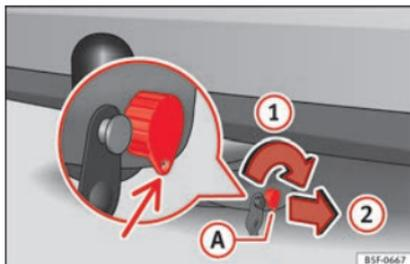
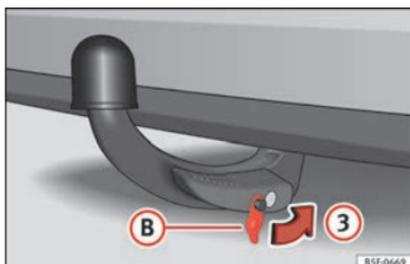

Fig. 224 Bloccare la serratura
Fig. 225 Collocare il coperchio sulla serratura
- Girare la chiave (A) nel senso della freccia ① finché la parte bucata della chiave non raggiunge la sua posizione inferiore » fig. 224.
- Estrarre la chiave nel senso della freccia ②.
- Collocare il coperchio (B) nella serratura nel senso della freccia ③ » fig. 225 » ①.